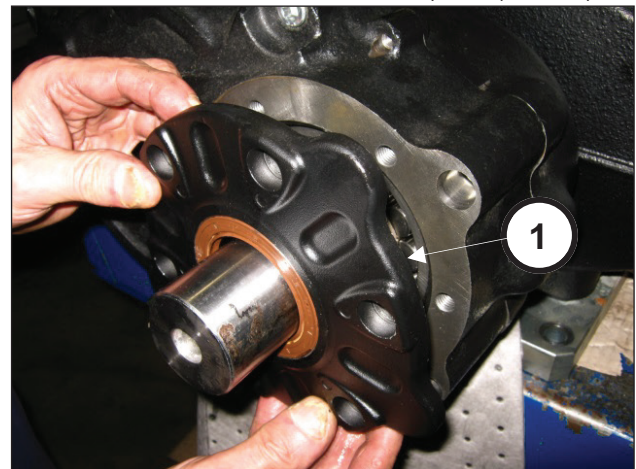

Abb. 93
Bauen Sie den Ritzeldeckel in den Sitz ein (Pos. ①, Abb. 93)